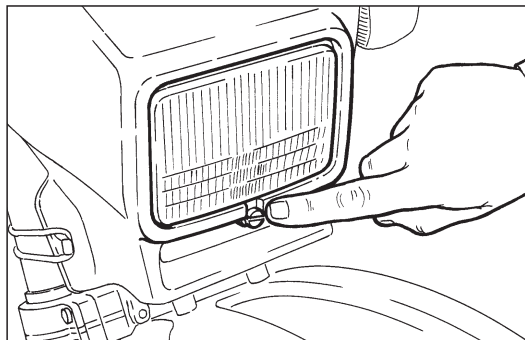

Fig. 35
- ♦ Actúe con un destornillador sobre el tornillo correspondiente (Fig. 35).